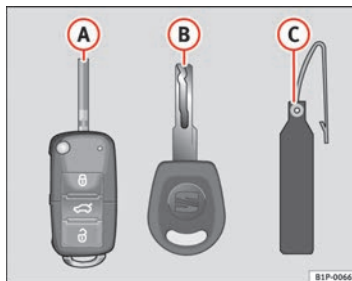

Abb. 43 Schlüsselsatz
- einem Funkschlüssel ⇒ Abb. 43 **A**